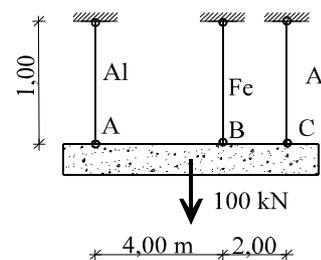

Figura 13
13) Una viga infinitamente rígida de 100 kN pende de tres barras biarticuladas (figura 13). Las barras laterales son de aluminio ($E = 0,7 \times 10^5$ MPa, $\alpha = 27 \times 10^{-6}$ °C⁻¹) de 2 cm² de sección, y la interior, de acero ($E = 2,1 \times 10^5$ MPa, $\alpha = 12 \times 10^{-6}$ °C⁻¹) de 12 cm² de sección. Se pide: